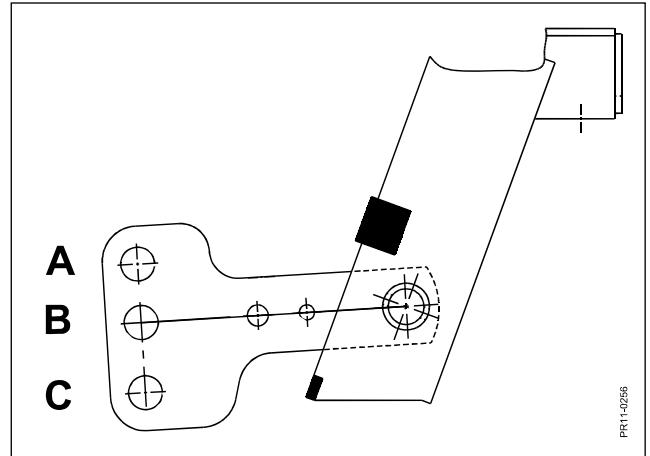

Fig. 3-2
- Fig. 3-2 3) Maskinen tilkobles traktorens liftarme. Vælg midterste hul **B** i vippearmen ved venstre koblingspunkt.